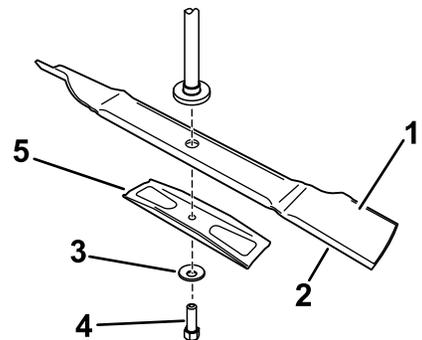

Figura 46
Tenete l'estremità della lama con un cencio o un guanto bene imbottito. Togliete il bullone, la rondella curva, il rinforzo della lama e quest'ultima dall'asse del fusello (Figura 46).
1. Montate la lama sull'asse del fusello (Figura 46).
2. Montate il rinforzo della lama, la rondella curva (lato concavo verso la lama) ed il bullone della lama (ruotandola in senso orario)(Figura 46).